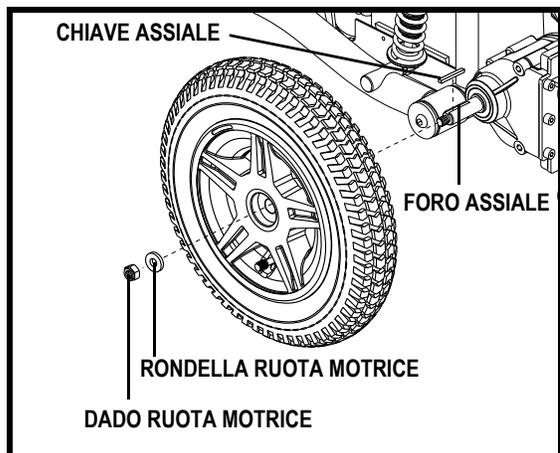

Figura 21. Ruota Motrice della Quantum 614
4. Rimuovere il dado della ruota motrice e la rondella dall'asse. **Vedere la figura 21.**